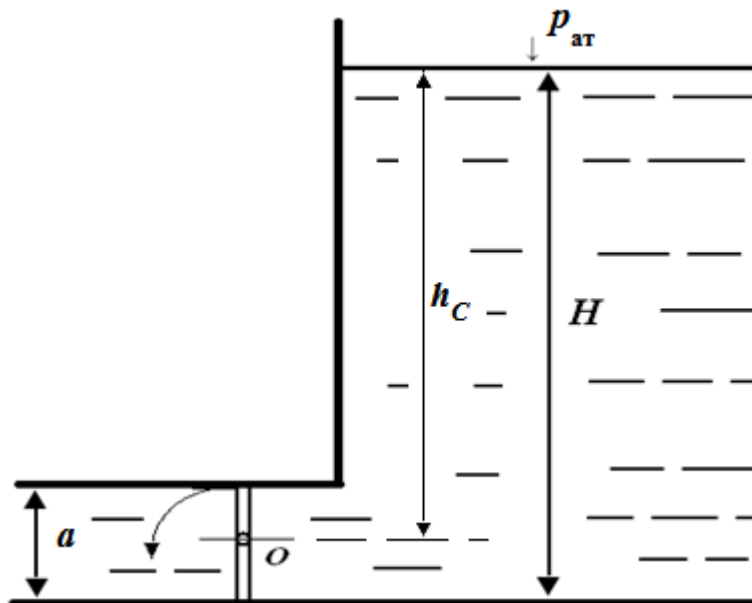

Рис. 1
Выход воды из резервуара перекрывает прямоугольный затвор, вращающийся вокруг горизонтальной оси (рис. 1). Глубина воды в резервуаре  $H = 5$  м, высота затвора  $a = 1$  м, ширина затвора  $b = 2$  м. Определить силу  $P$  давления воды на затвор и центр давления. Построить эпюру гидростатического давления на затвор.
**Решение.** Из рис. 1 следует, что глубина погружения центра тяжести затвора составляет: